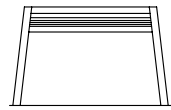

図1-2 寸法以上のイメージ
- ガードプレートの鍵は「閉」の位置にしないと抜けません。(図1-2参照)
- 図1-2のように間口下端(※2)の寸法が許容範囲を超えて広くなった場合は、シャッター耐風圧性能が低下して、シャッターがレールから外れるおそれがあります。